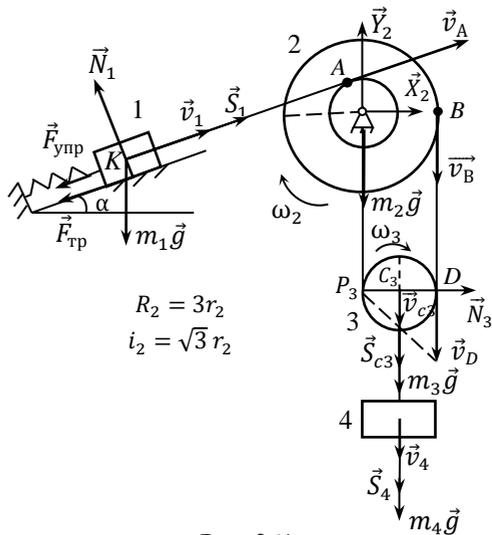

Рис. 26\*
**Пример 6.** Механическая система приходит в движение из состояния покоя (рис. 26\*). Массы тел:  $m_1 = 1$  кг,  $m_2 = 3$  кг,  $m_3 = 2$  кг,  $m_4 = 1$  кг. К телу 1 прикреплена пружина с коэффициентом жесткости  $c = 200$  Н/м, начальная деформация которой  $\lambda_0 = -0,04$  м. Учитывая трение скольжения тела 1, определить его скорость в момент, когда  $S = 0,1$  м. Коэффициент трения скольжения:  $f_1 = 0,1$ . Блок 3 считать однородным сплошным. Нити предполагаются невесомыми и нерастяжимыми,  $\alpha = 30^\circ$ .